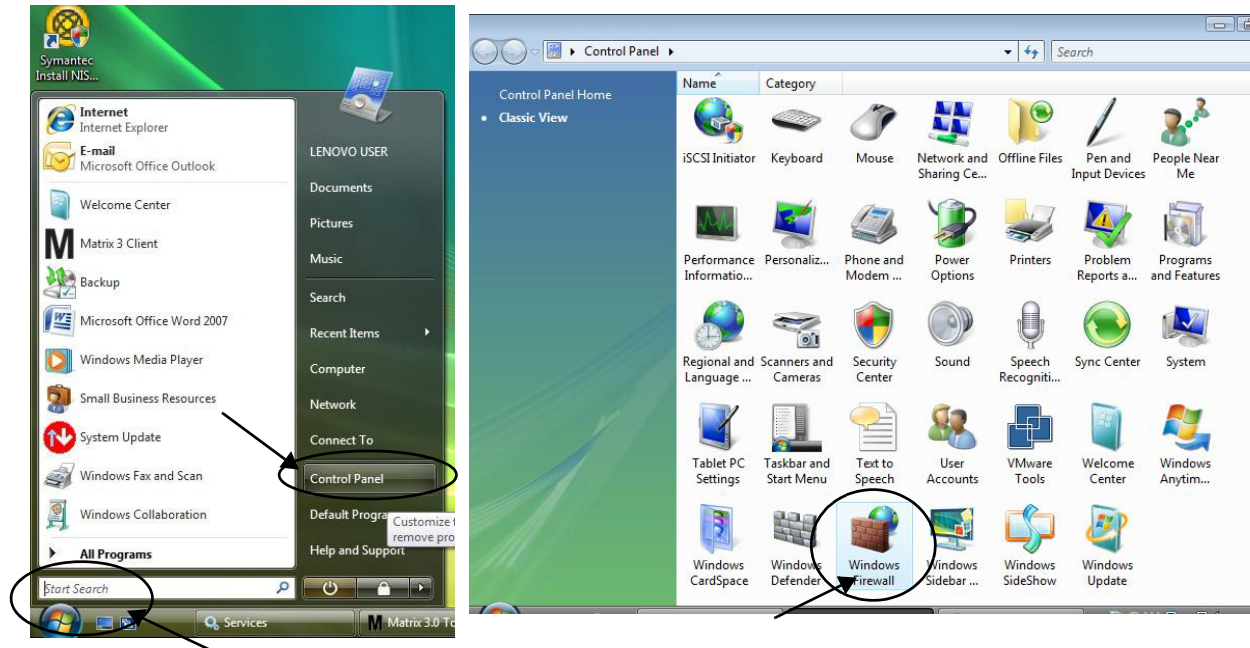

FIG. 26
1. Cliquez sur Start/Control Panel. Ensuite, sélectionnez Pare-feu Windows (Windows Firewall) (FIG. 26).